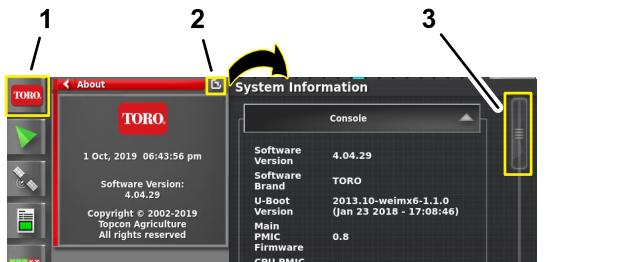

Figura 210
1. Premete l'Icona INFORMAZIONI DI SISTEMA, quindi fate scorrere l'Icona SCHERMO INTERO nell'angolo in alto a destra della finestra Informazioni di sistema (Figura 210).